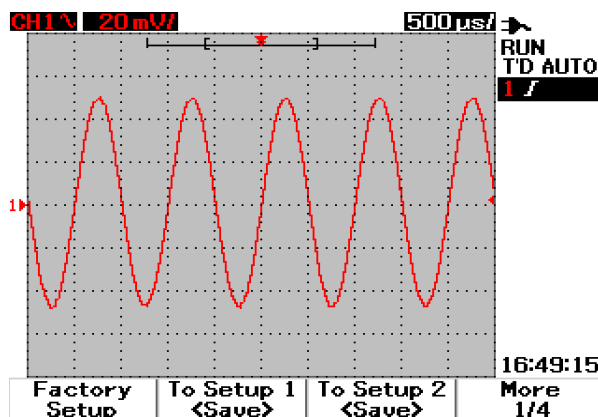

図3-40 <Save>表示は、セットアップ・ファイルが保存されていないことを示します。F1を押すとセットアップをセットアップ1に保存できます。
- 4 図3-40では、F1を押して構成セットアップをセットアップ1に保存します。